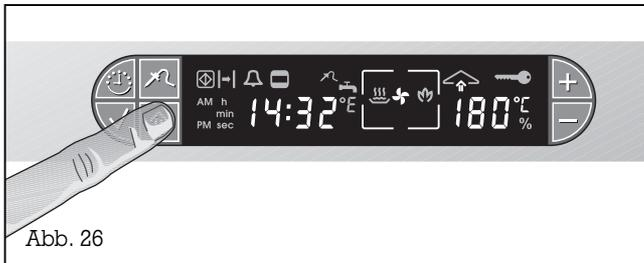

Abb. 26
- Betätigen Sie die Taste \uparrow (Beschwadern / Kondensieren) permanent (Abb. 26).